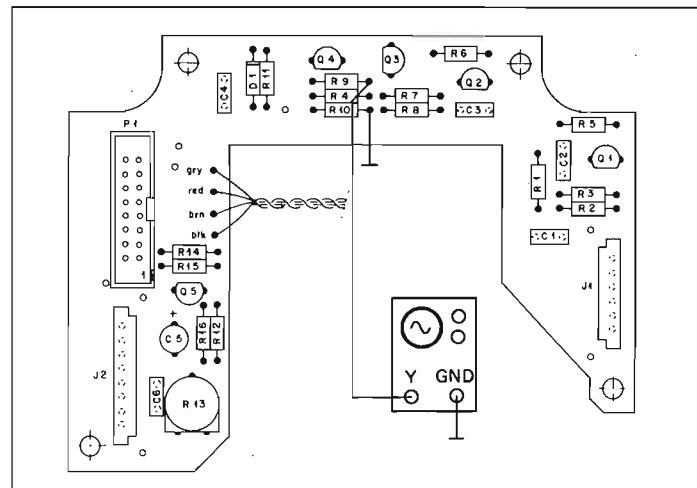
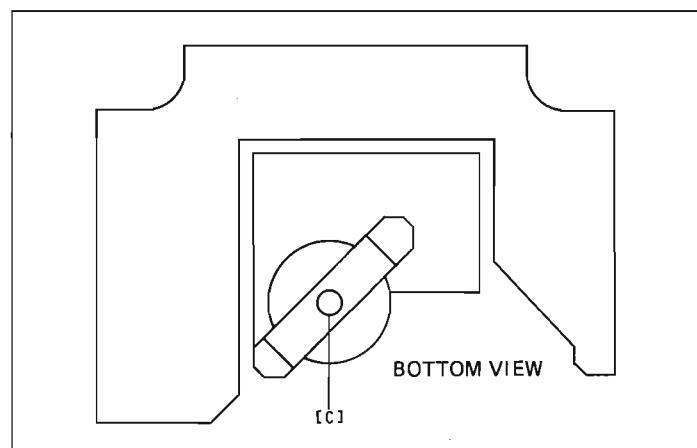
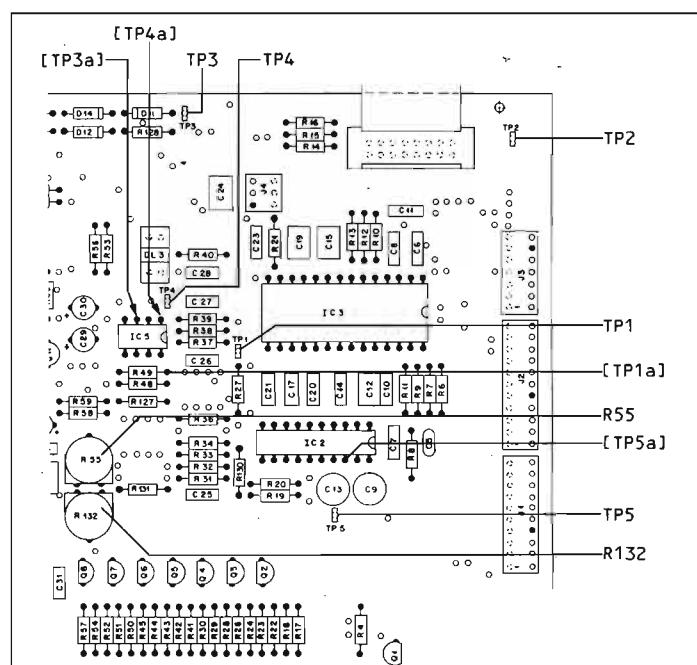

Fig. 4.14
Fig. 4.15
Fig. 4.16
→ Fig. 4.14 / Fig. 4.16
→ Fig. 4.15 / Fig. 4.16
-> Fig. 4.16